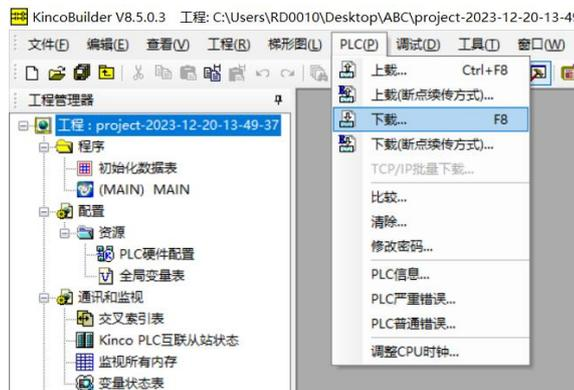

图 6.6-13 下载窗口打开路径
- 程序上传操作流程: 在完成了 PC 与 PLC 的通讯连接后, 通过菜单栏上的[PLC] → [下载...]或通过快捷键 [F8] 打开下载窗口, 触发的同时软件会自动编译当前的工程, 相关信息会展示在[信息输出窗口中], 如下图 6.6-13 所示。若编译通过, 点击[开始下载(D)], 则可开始下载进程, 成功下载完成后会在[信息输出窗口中]有提示, 并显示当前设备的软件版本和型号等信息。